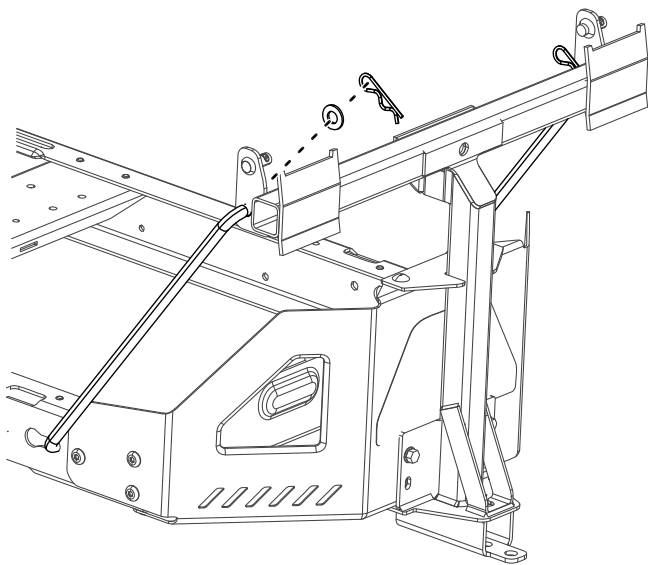

Figura 8
4. Postavite savijeni, prošireni kraj šipke u urez oblika ključaonice na levoj strani rama mašine, pa pomerite šipku unazad da ulegne u ram (Figura 8).
5. Umetnite savijene krajeve šipki u nosač priključka kako je prikazano na Figura 8 pa pričvrstite kraj svake šipke pomoću podloške i rascepke.
2. Montirajte okretno nosače na okretni ram (Figura 8).